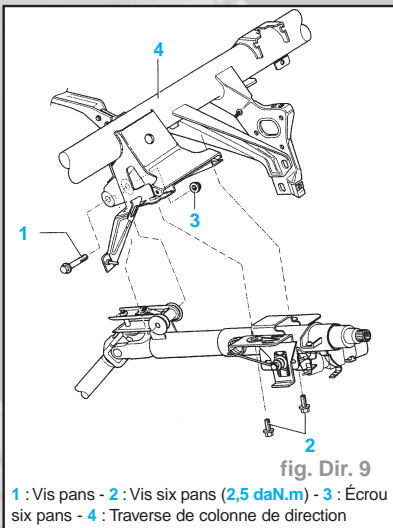

fig. Dir. 9
- Dévisser l'écrou (3) (fig. Dir. 9).
- Extraire la vis (1).
- Dévisser entièrement les vis (2) et extraire la colonne de direction.